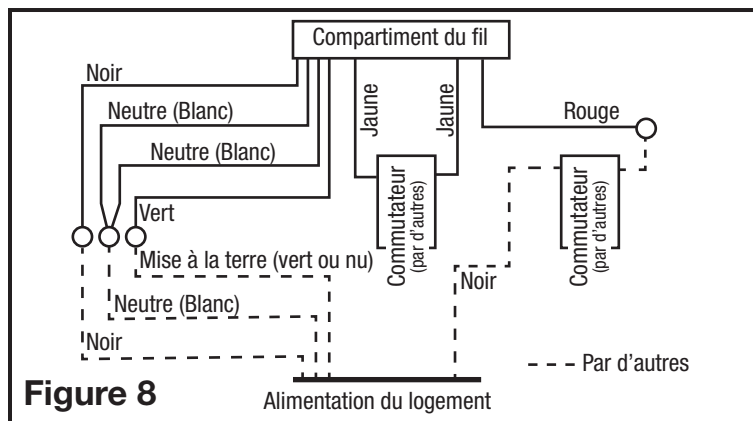

Figure 8
2. **Ventilation continue:** Fixez les fils électriques au logement avec une prise électrique approuvée. Pour les ventilateurs à deux vitesses, raccordés pour une ventilation continue. Connectez les fils blanc du ventilateur au fil blanc (neutre) de la source d'alimentation. Connectez le fil de terre de la maison au fil vert du boîtier du ventilateur. Connectez le fil noir du ventilateur au fil noir (chaud) de la source d'alimentation. Utilisez un interrupteur à bascule standard duplex, correctement mis à terre (comme Leviton 5224-2W, non inclus) pour relier le fil noir de la source d'alimentation à un côté de l'interrupteur du haut et du bas. Connectez le fil rouge (lumière) du boîtier du ventilateur à l'autre côté de l'interrupteur du haut. Utilisez un deuxième interrupteur à bascule standard duplex, correctement mis à terre, pour relier le fil jaune chaud du ventilateur à l'entrée de l'interrupteur. Connectez le deuxième fil jaune du ventilateur au côté de sortie du commutateur. Fermer l'interrupteur changera la vitesse de normale à haute vitesse (**Figure 8**).